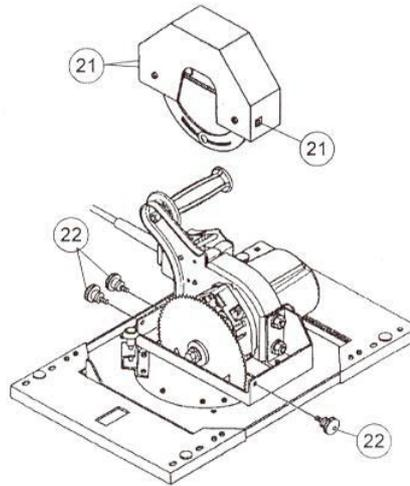
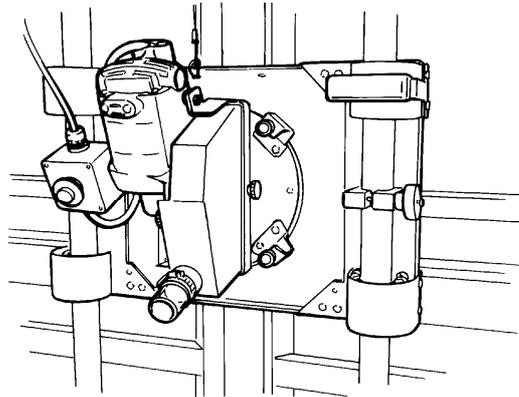

РИС. 6. Установка защитного кожуха пыльного диска (модели станков: С4, С5, Н4, Н5, Н6, Н7)
РИС. 7. Установка защитного кожуха пыльного диска (модели станков: 6400, 6800)
Защитный кожух (см. РИС. 6 или РИС. 7) пильного диска находится в коробке с маркировкой "Saw Motor". **Никогда не работайте на станке без установленного пильного диска. Это может привести к серьезным травмам.** В зависимости от модели, защитный кожух поставляется с двумя или тремя барашковыми винтами с красной головкой (22). Снимите гайки для установки защитного кожуха. Не забудьте оставить резиновые шайбы на винтах, так как они препятствуют произвольному скольжению фиксирующих гаек.
Прикрепите защитный кожух к пыльному узлу, как показано (21) на РИС. 6 и РИС. 7.